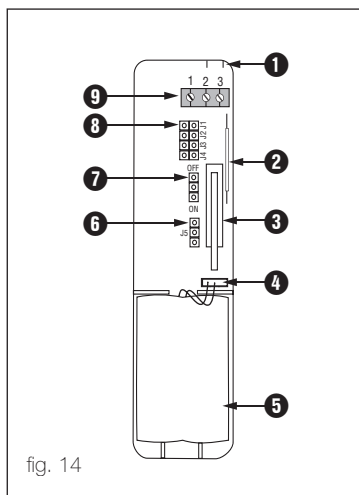

fig. 14
7.1 Description du produit (fig.14)